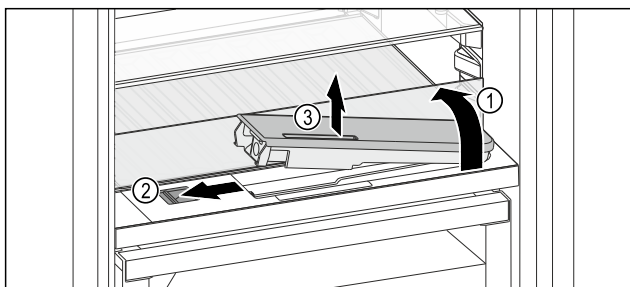

Fig. 124
- Повдигнете стъклената плоча и я завъртете до ограничителя назад Fig. 124 (1).
- Преместете плъзгача Fig. 124 (2) наляво.
- Извадете резервоара за вода Fig. 124 (3).